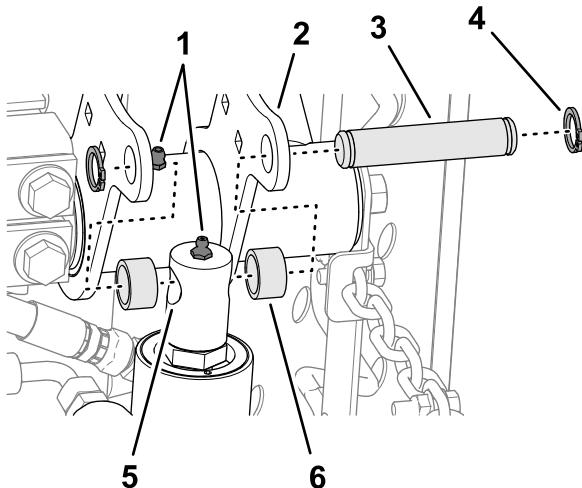

**Figura 12**
2. En el cilindro de elevación, afloje el acoplamiento giratorio recto de la manguera de retorno y el acoplamiento giratorio de 90° de la manguera de elevación (Figura 12).